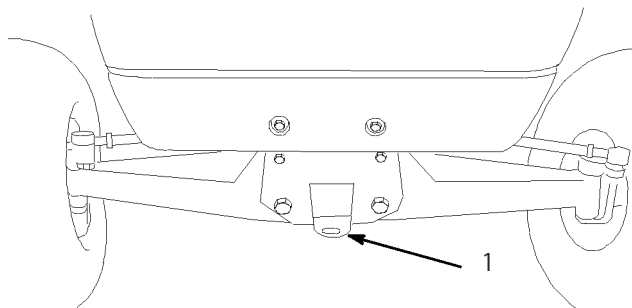

図27
2. 前フレームのトンギにロープなどの牽引索を取り付ける (図27)。